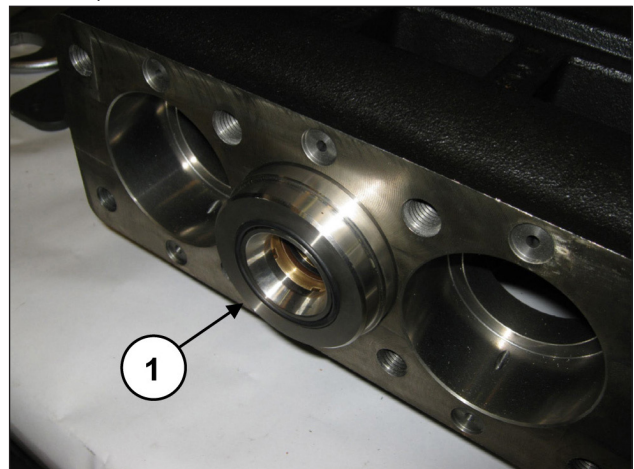

Abb. 169
Schieben Sie die Kolbenführung durch Drehen der Welle soweit vor, dass der mitgetriebene Dorn den Dichtungshalter und die gesamte Kolbenbaugruppe herausdrückt (Pos. ①, Abb. 169).